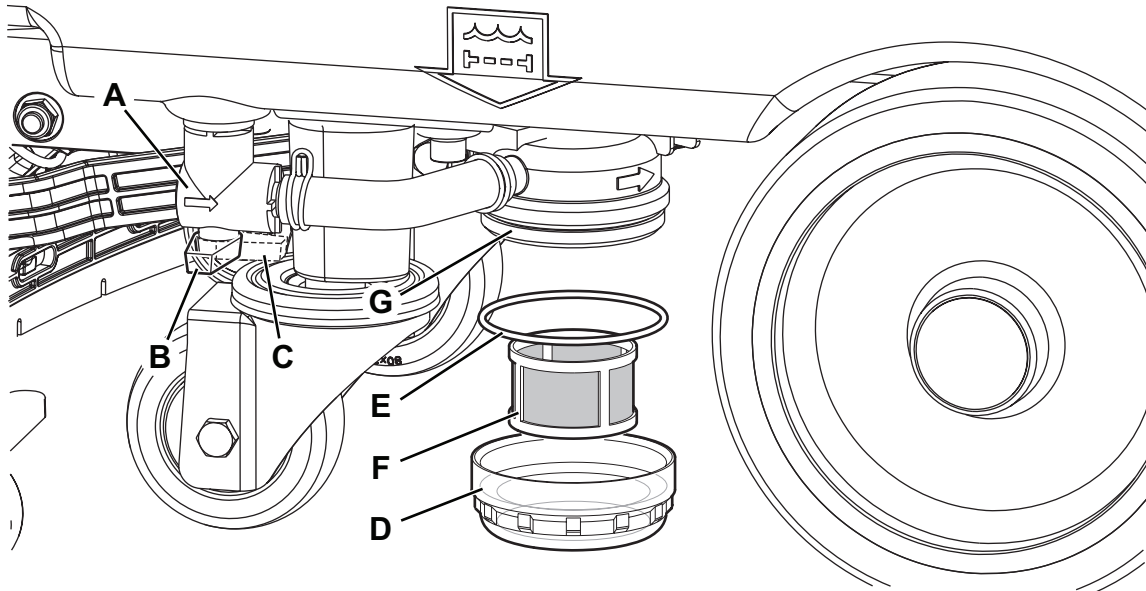

Figure 7
2. S'assurer que la machine est éteinte et que la fiche du câble d'alimentation (4) est débranchée du réseau électrique.
3. Fermer le robinet de la solution détergente (A, Fig. 7). Le robinet est fermé quand il se trouve dans la position (B) et ouvert quand il se trouve dans la position (C).
4. Retirer le petit glas transparent (D), récupérer le joint d'étanchéité (E), puis retirer le filet filtrant (F). Les laver et les rincer avec de l'eau, puis les réinstaller soigneusement sur le support filtre (G).
5. Ouvrir le robinet (A).